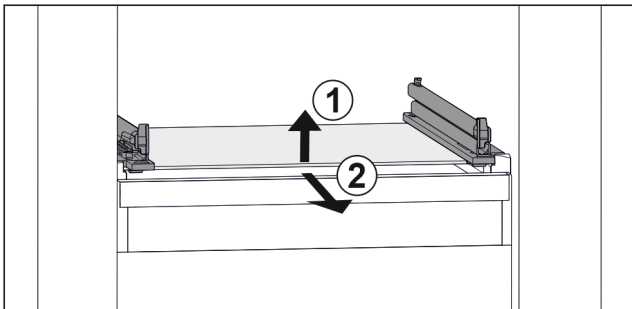

Fig. 68 Eksempel på fremstilling av glassplaten
- ▶ Løft opp glassplaten foran. Fig. 68 (1)
- ▶ Ta ut glassplaten fremover. Fig. 68 (2)